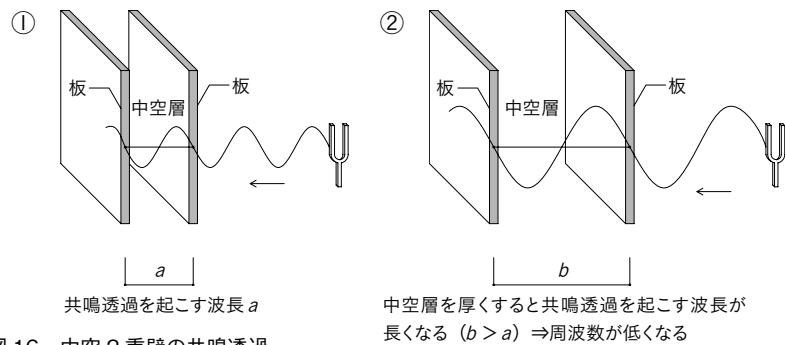

図 16 中空2重壁の共鳴透過
- (2) 遮音上有効にするためには、中空層の厚さは10cm以上必要で(5cm以下ではあまり効果がない)、また中空層の気密性をよくすることも必要である。
- (3) 図16に示すように、中空層を厚くすると、共鳴透過を起こす波長が長くなり、共鳴透過を起こす周波数は低くなる。
- (4) 板の面密度が大きい(重い)ほど、板の共鳴振動がゆっくりとなるので、共鳴透過を起こす周波数は低くなる。